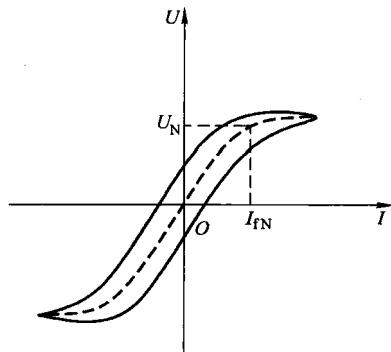

图 1-1 直流发电机空载特性
1) 空载特性：当 $n = n_N$, $I = 0$ ，空载电压是励磁电流的函数，即 $U_0 = f(I_f)$ 。其形状与磁化曲线一致，如图 1-1 所示。